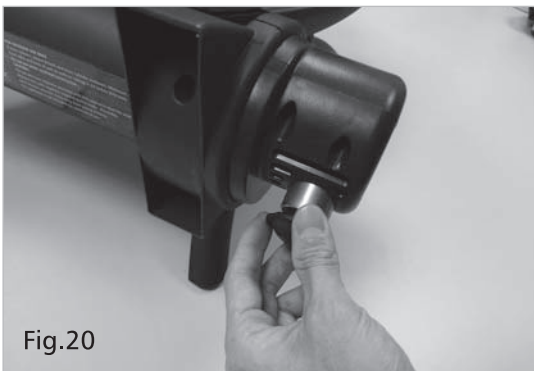

Fig.20
- Quand le Travel Q n'est pas en cours d'utilisation, la bonbonne de propane doit être DÉCONNECTÉE et emmagasinée dans un espace extérieure bien ventilé. Placez les capuchons de poussière sur les sorties des valves de la bonbonne quand la bonbonne n'est pas en cours d'utilisation (Fig. 20).